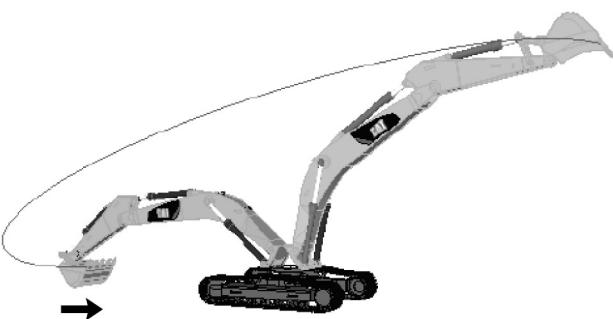

Ilustración 190
**Fase 2 – Levante la pluma, rótela de 180° a 270° y abra el cucharón** (simultáneamente). Consulte la ilustración 190 .